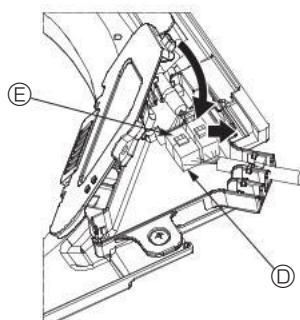

Fig. 10-9
- 3 Κλείστε το κάλυμμα του πίνακα σύνδεσης. Κατά το κλείσιμο του καλύμματος του πίνακα σύνδεσης, σύρετε το κάλυμμα προς την κατεύθυνση που υποδεικνύει το βέλος και βεβαιωθείτε ότι η προεξοχή έχει εισαχθεί σταθερά. (Fig. 10-9)